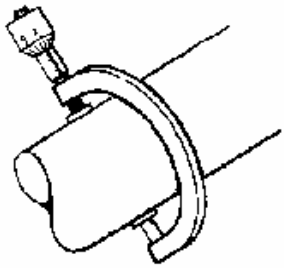

Figura 1
7. Consulte en la tabla 1 el tamaño, redondez y conicidad correctos. Si la flecha no está dentro de los límites especificados, se deberá volver a maquinarse. Vea la figura 1.